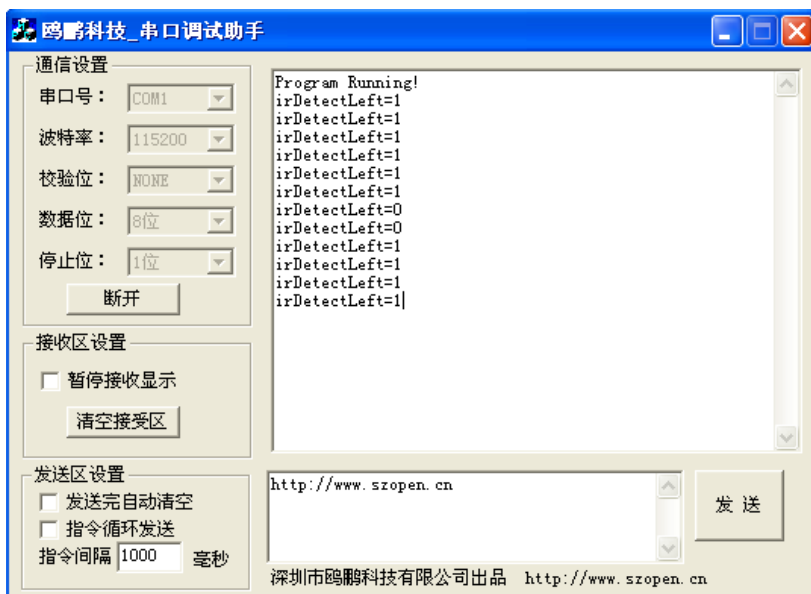

图 5.8 测试左 IR 组
- 验证：当你放一个物体在 IR 前时，调试终端是否会显示“irDetectLeft=0”；当你将物体移开时，它是否显示“irDetectLeft=1”，如图 5.8 所示。